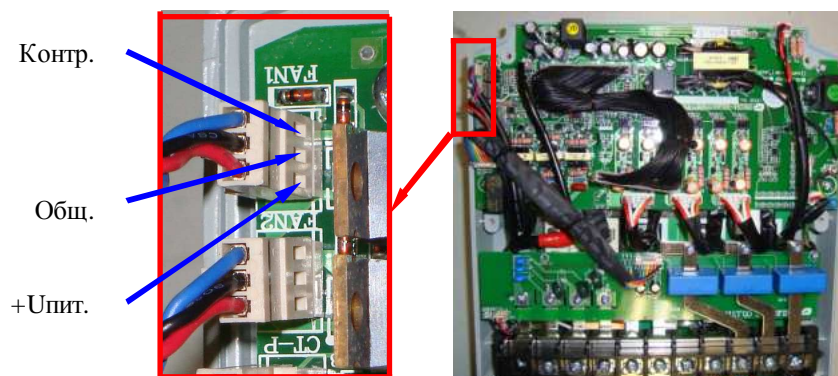

Рис. 4.18.
4.13.3. **Отсоединить** разъем вентилятора от платы драйверов и проверить его вращение, подав напряжение  $\approx 24$  В от источника питания (п.3.4.2) на разъем вентилятора между контактами +Упит и Общ (рис.4.18). При отсутствии вращения – вентилятор заменить (п. 5.5).
4.13.5. В случае появления сообщения об ошибке «ОН2» поочередно измерить напряжение на разъемах FAN 1, FAN 2 между выводами Общ и Контр. при работающих вентиляторах (рис. 4.18).